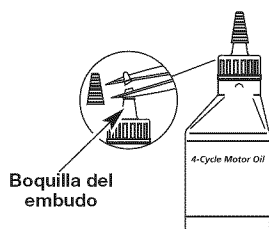

Fig. 6
16. Quite la tuerca y el perno del control del regulador (Fig. 6).
17. Alinee el control del regulador con el orificio del lado derecho de la manija (Fig. 6).
1. Desenrosque la tapa de la botella de aceite y retire el sello de papel que cubre la apertura. Vuelva a colocar la tapa. Corte la punta de la boquilla del embudo (Fig. 6).